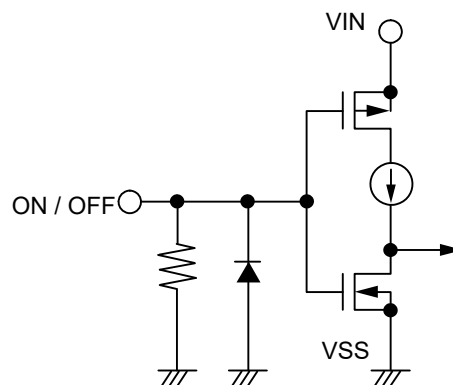

図11
ON / OFF端子は図11の構造になっています。
*2. ON / OFF端子をVIN端子に接続した状態で動作させたときのS-19254xxxHシリーズの消費電流は、プルダウン抵抗に流れ込む電流分だけ多く流れますので注意してください (図11参照)。